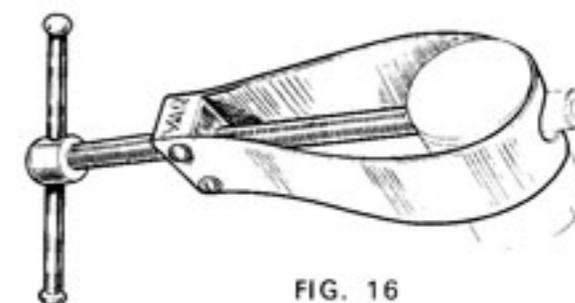

FIG. 16
- Extraire l'axe de piston (chasse axe piston MB 17635 VAR 68) fonctionnant avec faux axe de 10,8 mm. Fig. 16.